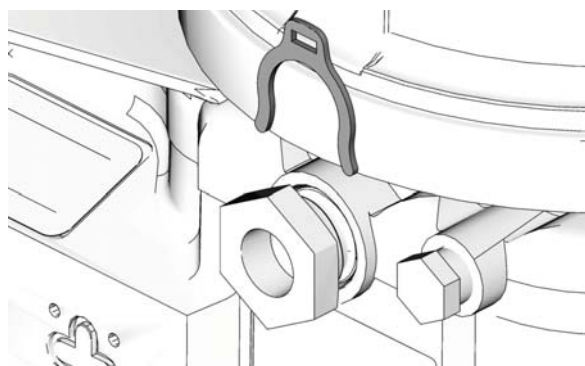

FIG. 12
Le volume de pompe est commandé en n'utilisant soit aucune (0) entretoise, soit 1 ou 2 entretoises (FIG. 12).